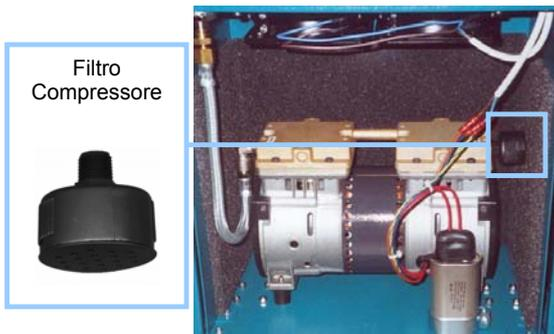

fig. 9 Posizione filtro compressore
- Identificare il filtro: si tratta di un cilindro in materiale plastico, di colore nero, collegato orizzontalmente alla testata del compressore (fig. 9)
Facendo riferimento alla fig. 9 che mostra la disposizione interna dei componenti, si può facilmente sostituire l'elemento filtrante o l'intero corpo del filtro attenendosi alla procedura di seguito esposta.